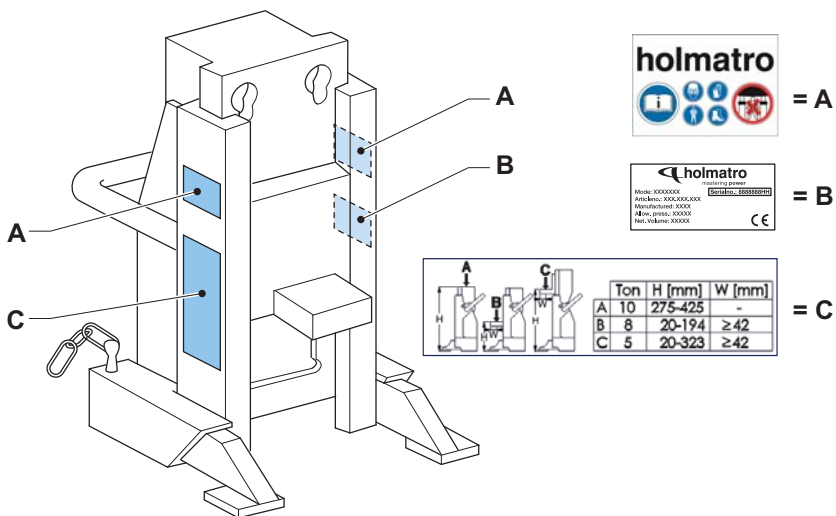

Fig. 1
Zie Fig. 1.
- De maximumhefbelasting is gerelateerd aan de juiste hefmethode volgens Fig. 1/C. De maximumhefbelasting aan de bovenzijde van de cilinder bedraagt 10 ton. Als de bovenkant van de cilinder in verband met te weinig ruimte niet kan worden gebruikt, moet de hefteen met een evenredig lagere last van 5 tot 8 ton worden belast. In dergelijke gevallen kan de last van de hefteen afglijden. Voorzichtig heffen met ondersteuning van de last is zeer belangrijk hier.